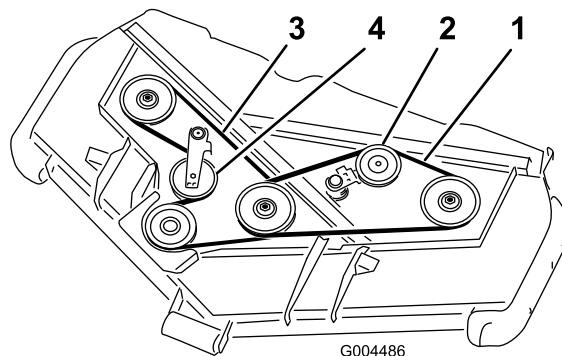

Bild 59
3. Schieben Sie mit einem Stemmeisen die Spannscheibe für den oberen Riemen (Bild 59) vom oberen Treibriemen, um die Riemen Spannung zu lösen, sodass der Riemen von den Scheiben rutschen kann.
4. Schieben Sie mit einem Stemmeisen die Spannscheibe für den unteren Riemen (Bild 59) vom unteren Treibriemen, um die Riemen Spannung zu lösen, sodass der Riemen von den Scheiben rutschen kann.
5. Verlegen Sie einen neuen Riemen um die Getriebescheibe, die unteren Spindelscheiben und die Spannscheibe, siehe Bild 59.
6. Verlegen Sie einen neuen Riemen um die oberen Spindelscheiben und die Spannscheibe, siehe (Bild 59).